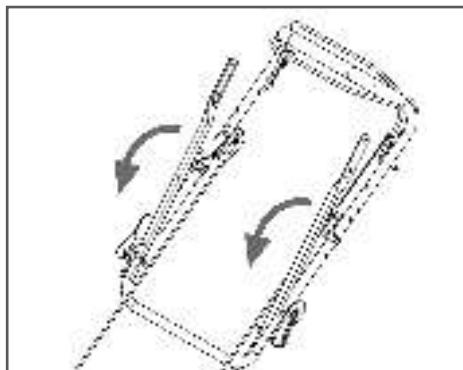

Рис. 3 Сборка рабочей рукоятки
- Разложите рабочую рукоятку и затяните эксцентриковые рычаги (Рис. 3).